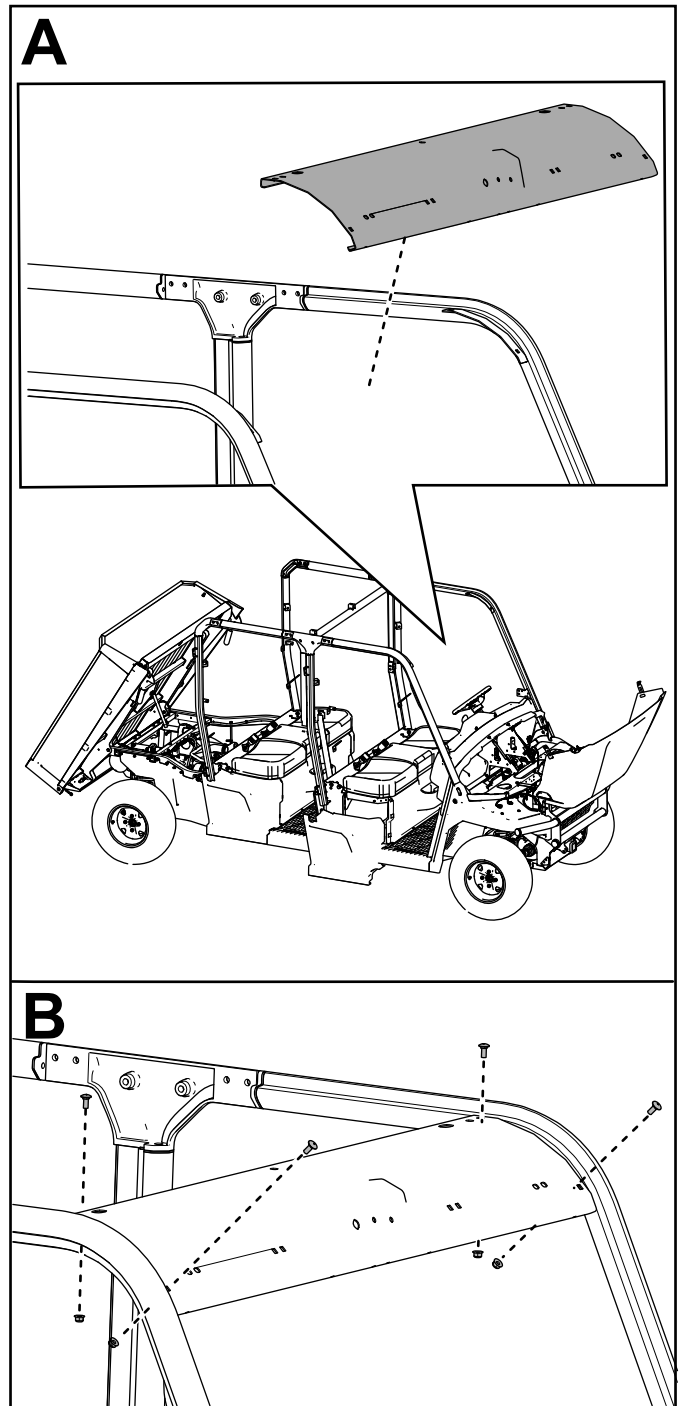

Figura 42
15. Fije el enlace transversal delantero a los conjuntos de barras antivuelco delanteras con 4 pernos de cuello cuadrado ($\frac{5}{16}$ " x $\frac{3}{4}$ ") y 4 contratuercas ($\frac{5}{16}$ "), tal y como se muestra en la Figura 42.